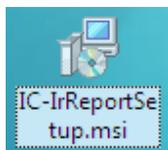

Abb. 1.2.1
- Suchen Sie die Installationsdatei (siehe Abb. 1.2.1) und öffnen Sie diese durch einen Doppelklick;